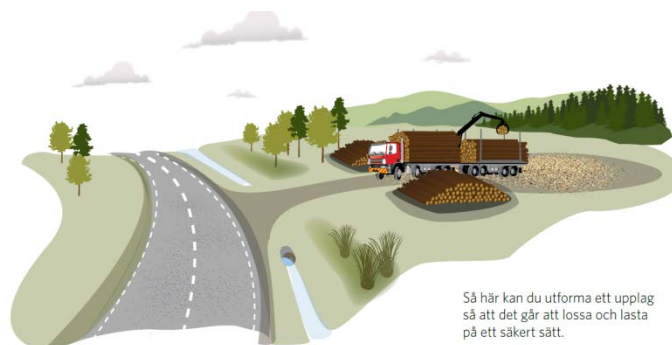

Bild 1. Lossning och lastning från en mindre väg.
1. Om möjlighet finns ska upplaget placeras så att lastning och lossning kan ske från en mindre trafikerad väg (se bild 1), vilket på så vis ger en ostörd arbetsplats.